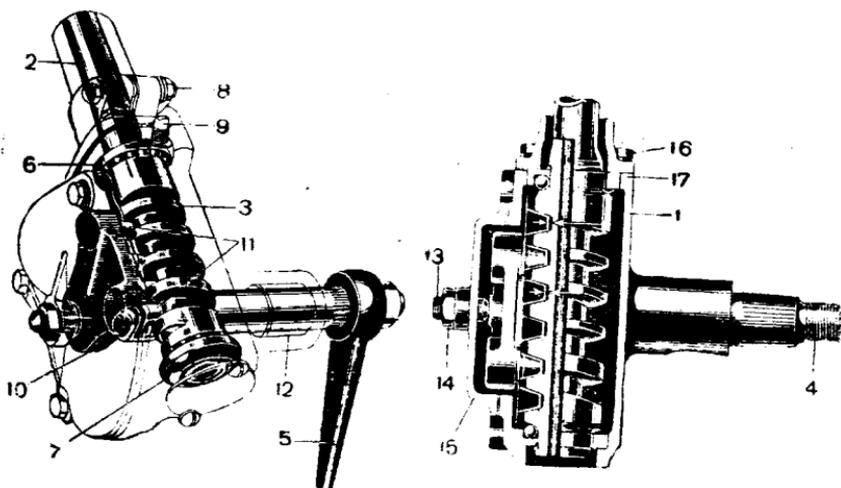

Рис. 75. Рулевой механизм:
В картере рулевого механизма (рис. 75) на двух шариковых упорных подшипниках установлен вал 2, у нижнего конца которого имеется червяк 3, а у верхнего — шейка для установки штурвала.
1. Вывернуть четыре болта 16 (рис. 75) крепления верхней крышки картера.